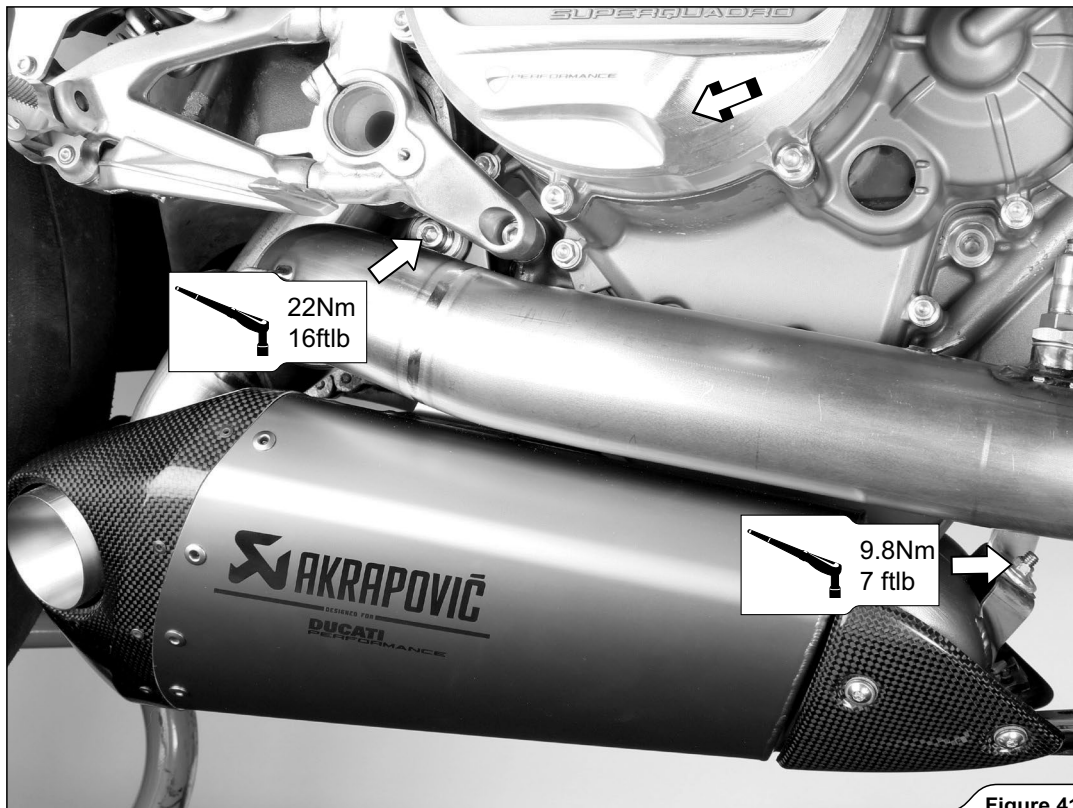

Figure 41
11. サイレンサーと関連するパイプを車両に対して揃え、オリジナルのボルトとナットを使用してサイレンサーを締め付けます (図 41)。